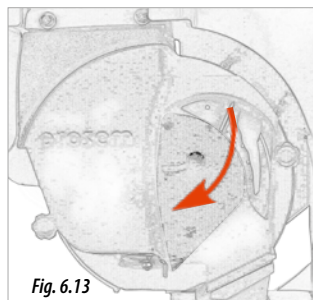

Fig. 6.13
3. Rotiți în mod manual roata motrice în sensul de înaintare, slăbiți mânerul și deschideți ușa de inspectare. (Fig. 6.13) pentru a verifica distribuția semințelor pe discul de semințe.